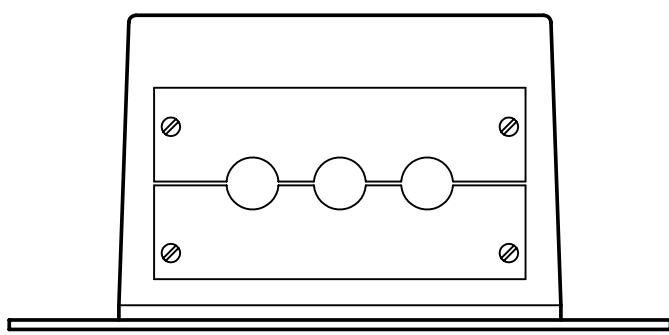
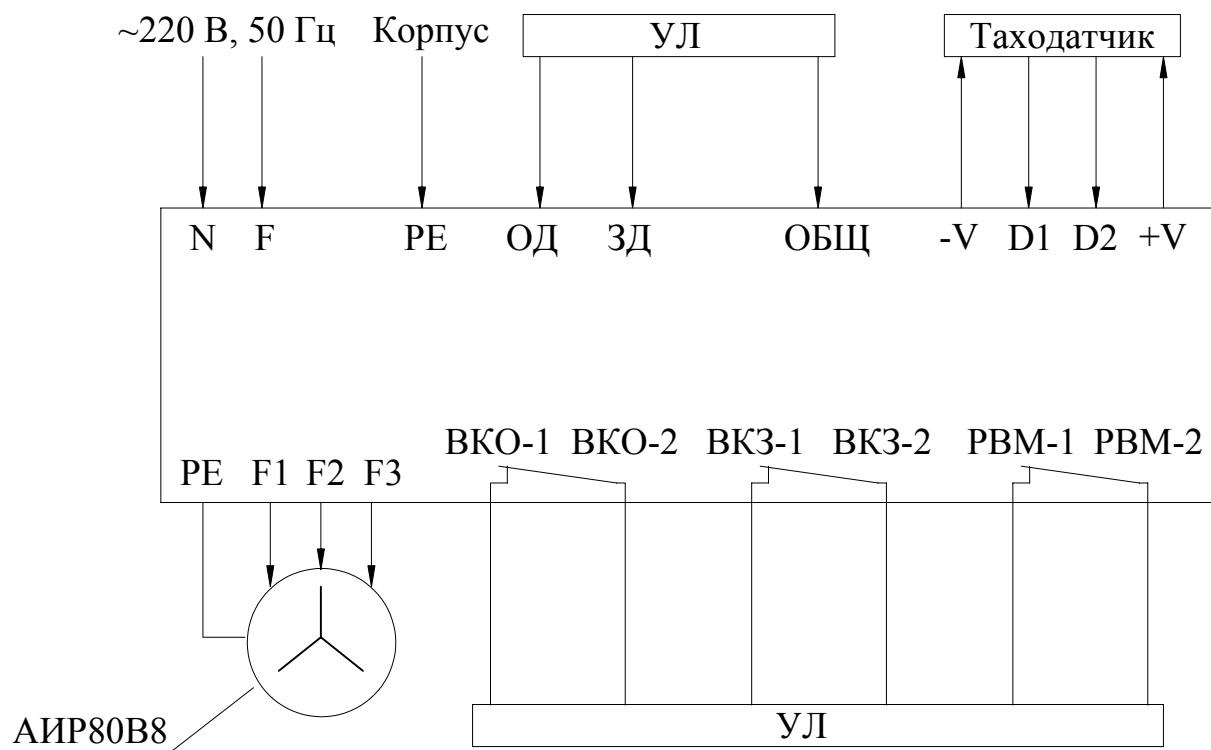
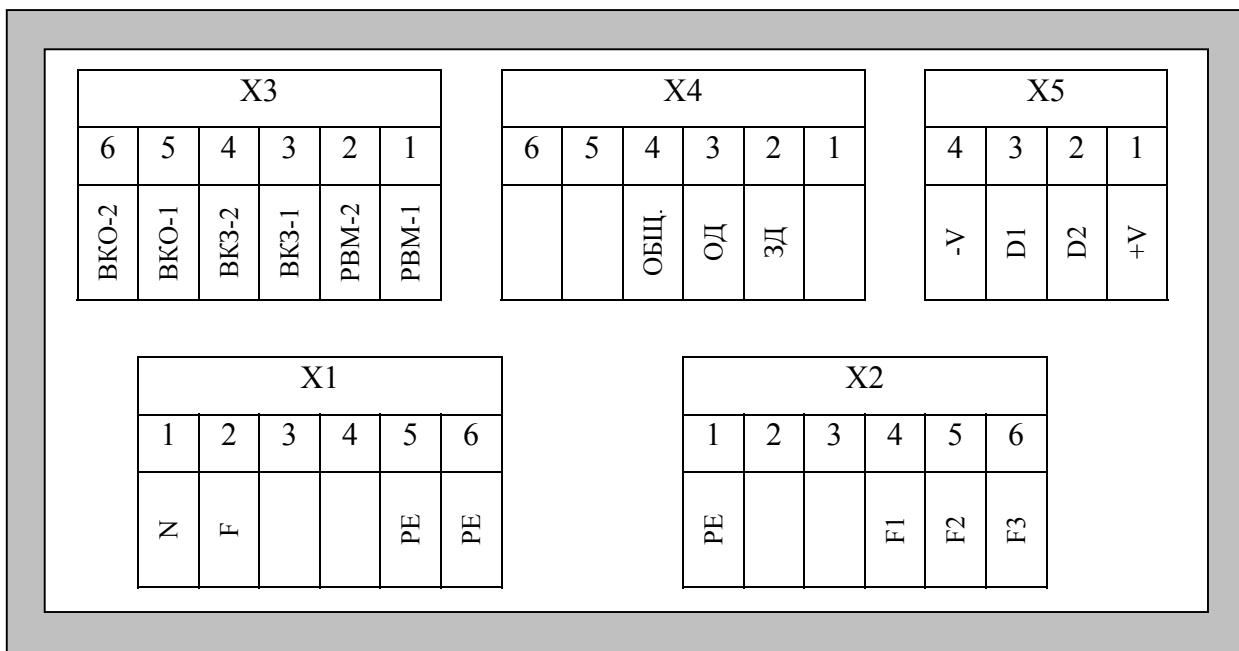

Рис.1. Габаритно-присоединительные размеры Устройства.
Рис.2. Блок-схема подключения внешних контактов БУАД-4-24.
Рис. 3. Схема подключения внешних контактов БУАД-4-24.
Габаритно-присоединительные размеры Устройства приведены на **рис.1**.
На **рис.2** показана блок-схема подключения внешних контактов *Устройства*. На **рис.3** показаны и подписаны отдельные контакты каждого из разъемов *Устройства*.
3.4.1. Внешние контакты для станции УЛ (см. рис. 2, 3):
Узел подключения внешних коммуникаций состоит из заглушки для крепления пластмассовых или металлических рукавов (**рис.1, вид А**) и разъемов для подсоединения шин сетевого питания, цепей выходных напряжений для электродвигателя, цепей управления работой устройства, цепей подключения таходатчика (**рис.2, 3**).